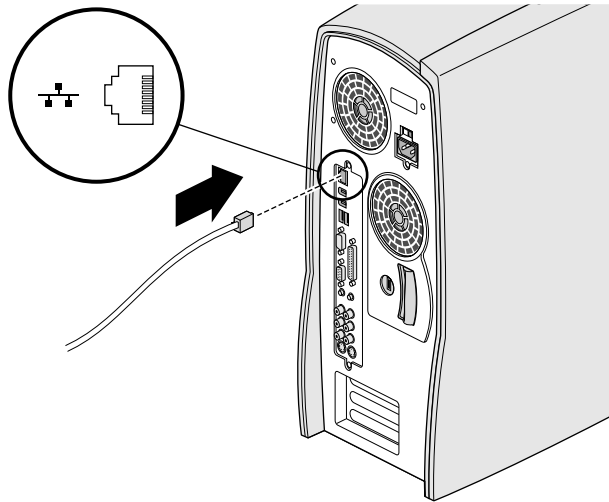

Figura 1-4 Collegamento del cavo Ethernet
3. Se il sistema farà parte di una rete, collegare il cavo Ethernet dalla presa a parete al connettore RJ45 sul retro del sistema, come illustrato nella Figura 1-4.